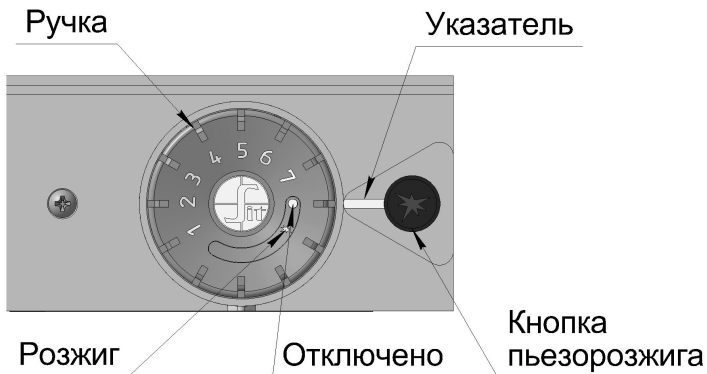

Рисунок 7. Элементы управления на газовом блоке 630 EUROSIT.
- Установить ручку газового блока в положение «Отключено» (см. рис.7)
ВНИМАНИЕ! Для повторного розжига аппарата с газовым блоком 630 EUROSIT необходимо установить ручку в положение «Отключено» (см. рис.7), а только затем повернуть ручку газового блока в положение «Розжиг».